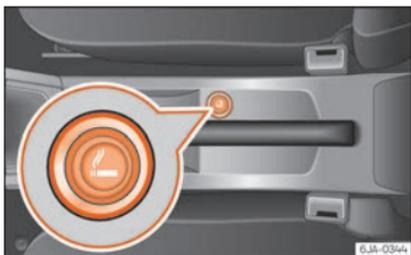

Fig. 152 Consola central: encendedor.
El encendedor se encuentra en la parte delantera de la consola central »» **fig. 152**.
- Presione el encendedor »» **fig. 152**.